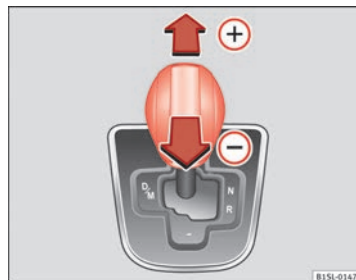

Fig. 91 Levier sur la position Tiptronic.
- Poussez le levier sélecteur vers l'avant  ou l'arrière  pour passer à un rapport supérieur ou inférieur respectivement ⇒ fig. 91.